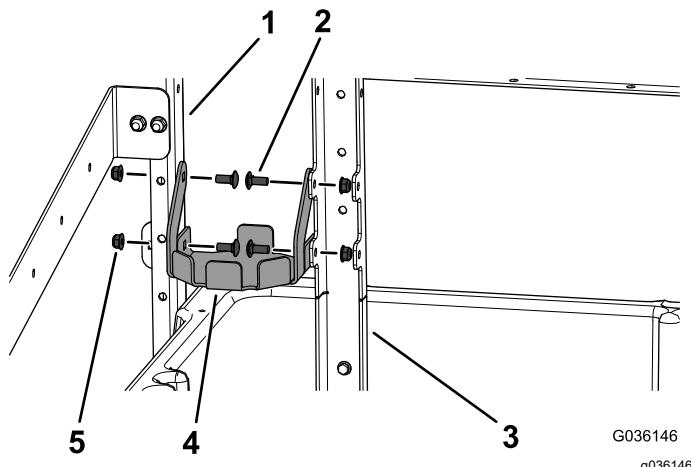

Figura 9
8. Montate il fermo dell'estintore sulla staffa del telaio del montante laterale e sulla staffa del telaio del montante anteriore con 4 bulloni a testa tonda (5/16 x $\frac{3}{4}$) e 4 dadi flangiati (5/16") come illustrato nella Figura 9.